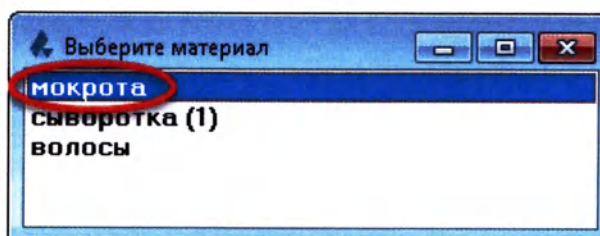

Рисунок 1.18
3. Выберите биоматериал (Рисунок 1.18):